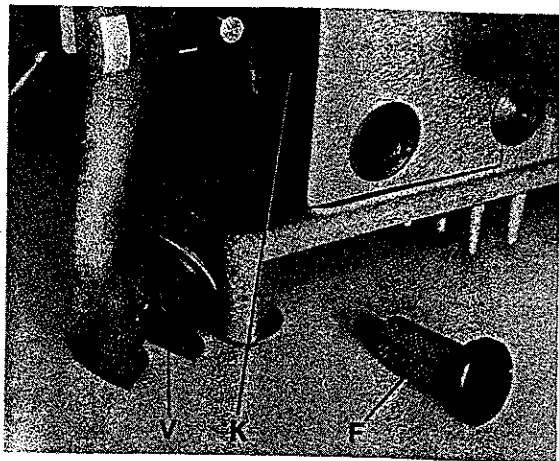

Fig.14
The oil filter (F, Fig. 14) has to be cleaned periodically in petroleum, according to its contamination. The oil filter can be removed by turning it counter-clockwise.
Chamber (K, Fig. 14) behind plug (V) has to be cleaned periodically, according to its contamination.
Der Ölfilter (F, Fig. 14) muß periodisch, je nach Verschmutzung in Petroleum gereinigt werden. Der Ölfilter kann durch Drehen im Uhrzeigersinn entfernt werden.
Die Kammer (K, Fig. 14) hinter dem Verschlusstopfen (V) muß periodisch, je nach Verschmutzung gereinigt werden.